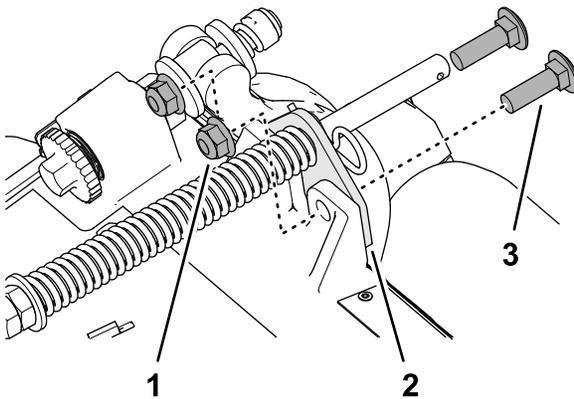

図 18
2. ターフ補正器用ブラケットをカッティングユニットのフレームに固定しているフランジロックナット $\frac{3}{8}$ "2個、キャリッジボルト $\frac{3}{8}$  x 1- $\frac{1}{4}$ "2本を外す 図 18。